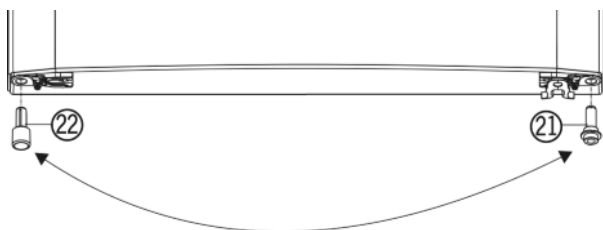

Fig. 4
- ▶ Z drzwi na dole po lewej stronie wyjąć element dystansowy Fig. 4 (22).
- ▶ Element dystansowy Fig. 4 (22) włożyć ponownie do drzwi na dole po prawej stronie.